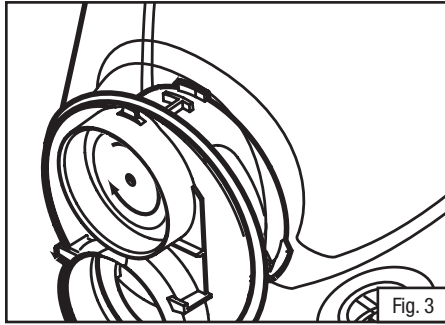

Fig. 3
4. Coloque a nova válvula 6889 sobre o orifício de exalação e empurre ou pressione a haste da válvula no furo central (Fig. 3). Assegure-se de que a válvula encontra-se completamente instalada e gira livremente na montagem.